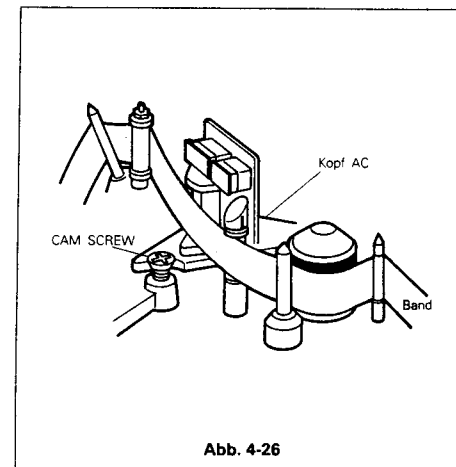

Abb. 4-26
- (1) Mit Testkassette Grautreppe wiedergeben.
- (2) Das Oszilloskop mit dem Anschluß TP-2C (PB FM OUT) auf der Main-Schaltplatine verbinden.
- (3) Das Oszilloskop mit dem FF-Impuls vom TP-2H PCB Main-extern triggern.
- (4) Den Trackingregler in die Einrastposition stellen.
- (5) Die Phaseneinstellmutter (CAM SCREW) entsprechend Abb. 4-26 drehen und den FM-Ausgangspegel maximal einstellen.
- (6) Den Trackingregler drehen und kontrollieren, daß der FM-Ausgangspegel in der mittleren Einrastposition dieses Schalters maximal ist.